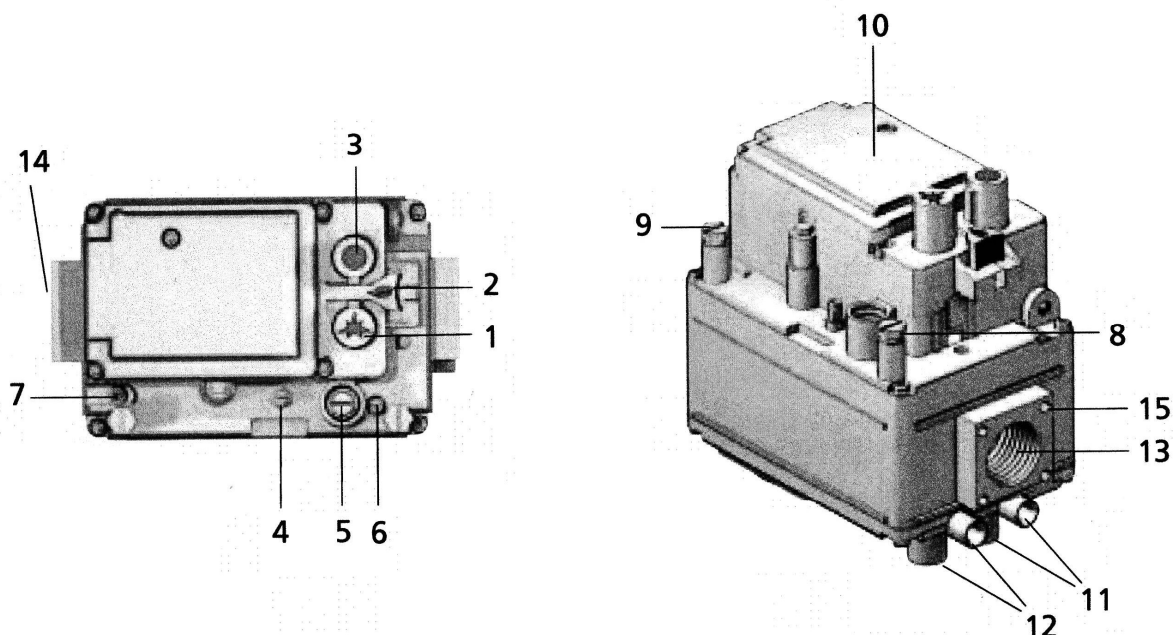

Рисунок 1.
1.3.1 Для розжига пилотной нажимается кнопка "искра" (поз.1рис.1).
1.3.2 При нажатии кнопки «факел» (поз.2 рис.1), подача газа к основным горелкам разблокируется.
1.3.3 Выключение аппарата производится путем нажатия кнопки "точка" (поз.3 рис.1). При этом пилотная и основные горелки (если горят) погаснут.
Все регулировки должны быть сделаны на базе специфических характеристик агрегата пользователя. Проверьте входное и выходное давление, используя предоставленные точки измерения давления (8) и (9) (Рисунок 1). После проверки, уплотните точки проверки давления поставленными винтами. Рекомендуемый вращающий момент: 2.5 Nm
Поверните винт "I STEP ADJ" полностью по часовой стрелке. Путем проб и ошибок отрегулируйте винт "I STEP ADJ" (каждый раз поворачивая его приблизительно на 1/4 оборота против часовой стрелки). После каждой настройки перейдите в позицию пилота, нажав кнопку «☀»; подождите 30-60 секунд и вернитесь в позицию функционирования путем нажатия поперечной кнопки (поз.2 рис.1). Когда минимальный поток, который обеспечивает медленное и бесшумное воспламенение горелки, получен, уплотните винт "I STEP ADJ".